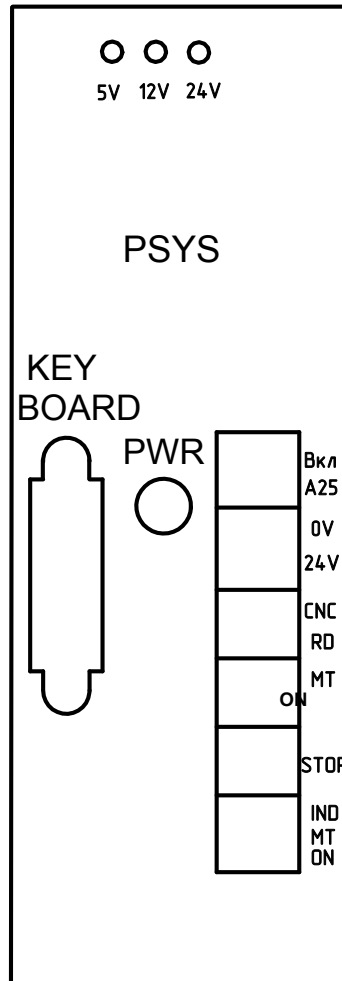

Рис.3
5.1. Плата PSYS обеспечивает связь блока управления с пультом оператора. Лицевая панель платы представлена на рис.3.